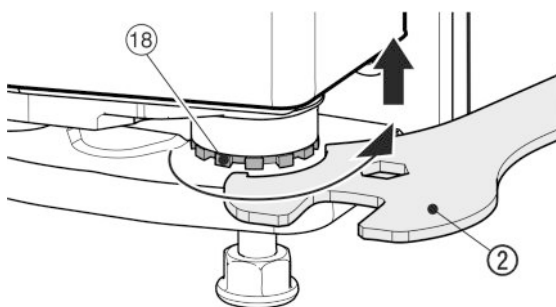

Fig. 18
- ▶ För att lyfta dörren, skruva ut lagerbulten Fig. 18 (18) åt höger med den medlevererade U-nyckeln Fig. 18 (2). Vid leverans är lagerbulten helt inskruvad.